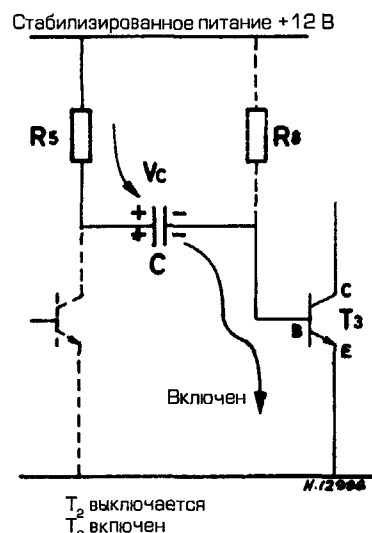
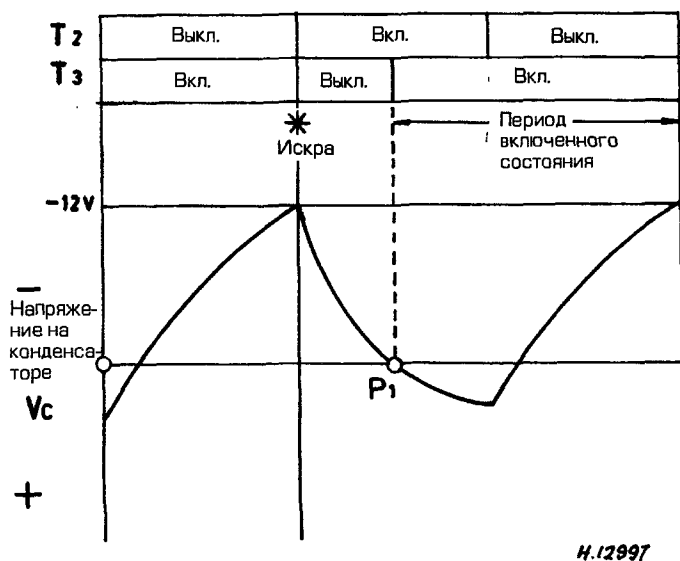
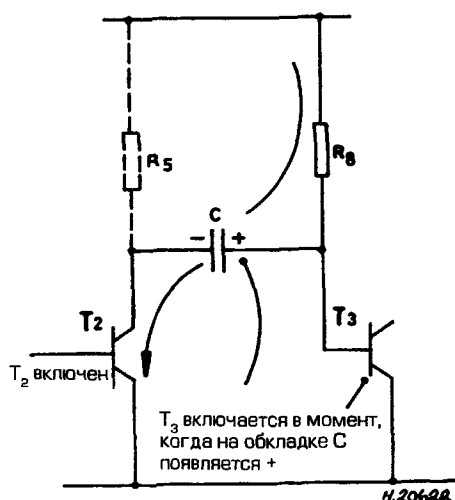

Рис. 6.75. Работа схемы управления периодом включенного состояния - T_2 выключается
Рис. 6.76. Включенное состояние катушки при малой скорости
Рис. 6.78. Катушка включается в момент перемены полярности конденсаторе
- е) Начнем с момента перехода T_2 в запертое состояние. При небольшой скорости вращения конденсатор C заряжается через R_5 и цепь база-эмиттер T_3 практически до напряжения питания (обратите внимание на полярность - рис. 6.75). Пока по цепи база-эмиттер течет ток, T_3 открыт и цепь первичной обмотки катушки зажигания подключена к источнику питания (см. рис. 6.76).
- в) В результате разряда конденсатора напряжение на базе T_3 падает и транзистор включается (точка P_1 на рис. 6.76). В первичной обмотке катушки начинает течь ток (см. рис. 6.78). Конденсатор C через резистор R_8 и транзистор T_2 заряжается